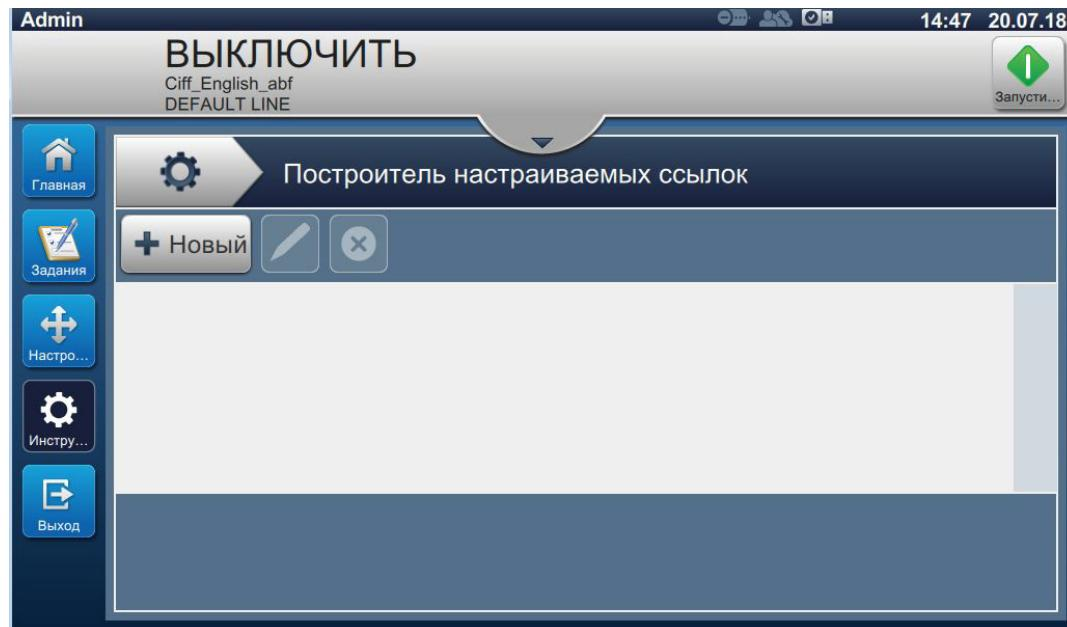

Рис. 6-7: Постройтель настраиваемых ссылок
- Нажмите кнопку на экране «Инструменты». Откроется экран «Постройтель настраиваемых ссылок», как показано на Рис. 6-7.
2. Нажмите кнопку , как показано на Рис. 6-7 на стр. 6–13, чтобы создать настраиваемое поле. Откроется экран «Имя ссылки».